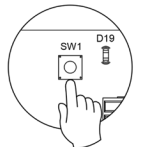

Fig. 121
**Reset del sistema:** En caso de necesitar resetear todo el sistema, diríjase a la central del sistema y mantenga pulsado SW1 hasta que el LED 19 deje de parpadear (Fig. 121).
**IMPORTANTE:** Para asociar los termostatos radio deberá abrir previamente el canal radio. Para ello pulse sobre SW1, el LED D19 estará el color rojo fijo (Fig. 121). Una vez abierto dispone de 15 minutos para realizar la asociación, en el caso de que se le agote el tiempo realice de nuevo esta operación. Recuerde no tener más de un canal abierto en la misma instalación de forma simultánea, puede ocasionar asociaciones erróneas.